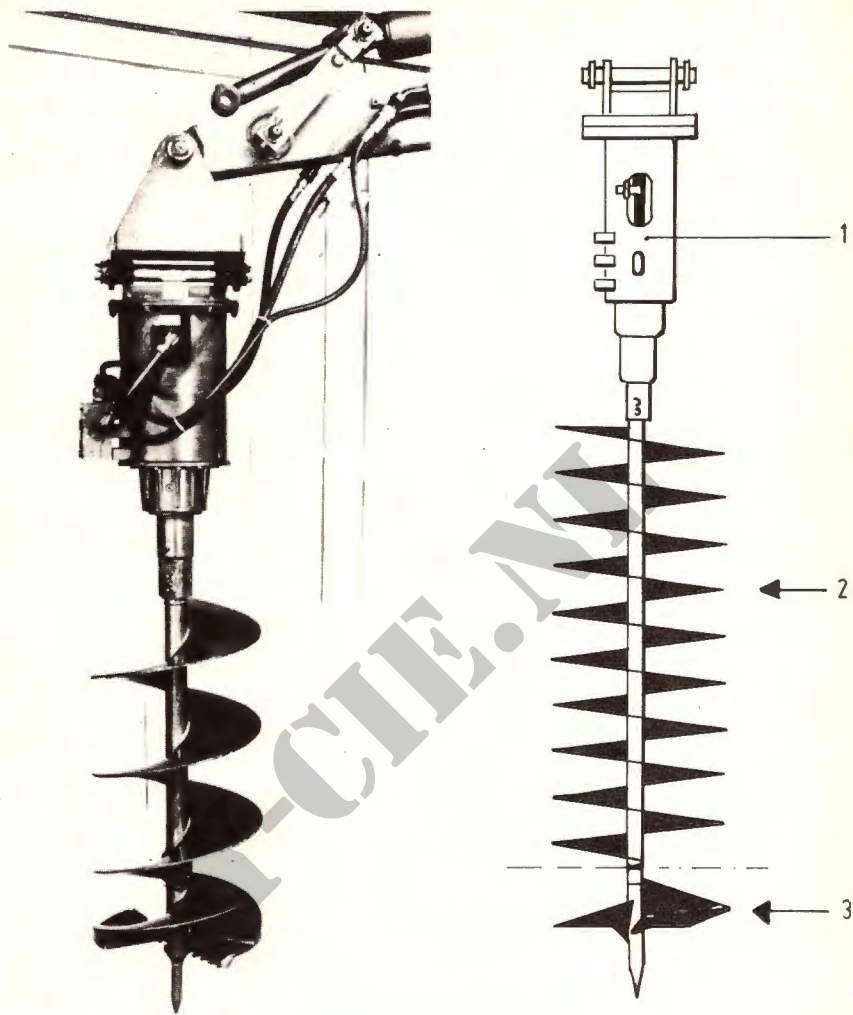

fig. 9 1 boortol
- hydraulische grondboor (fig. 9)